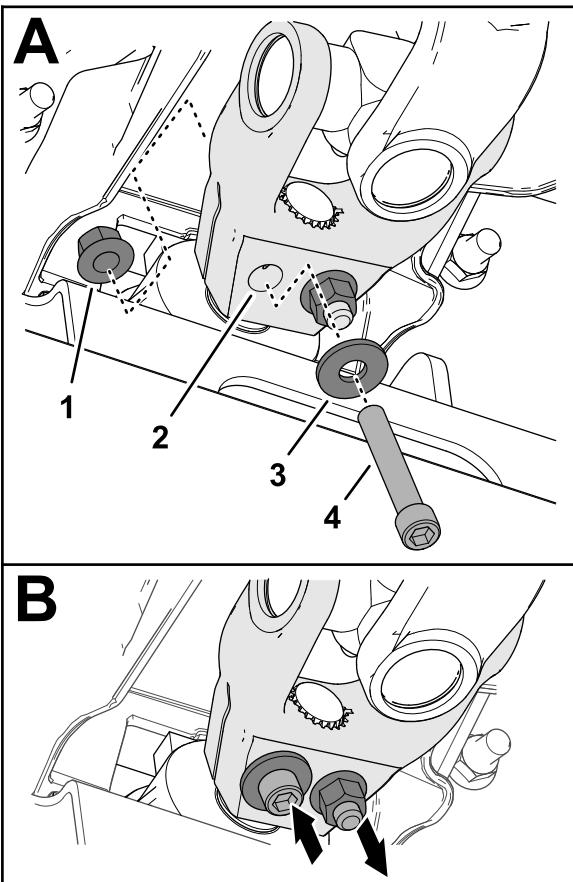

Figure 16
| 6. Insérez une vis à tête creuse ($\frac{3}{8}$ " x $2\frac{1}{4}$ ") dans une rondelle ($\frac{3}{8}$ "') et dans le trou de la chape de l'arbre d' entraînement (Figure 16), et fixez la vis en place avec un contre-écrou à embase ($\frac{3}{8}$ "'). | |
7. Insérez une vis à tête creuse ($\frac{3}{8}$ " x $2\frac{1}{4}$ "') dans une rondelle ($\frac{3}{8}$ "') et dans le trou de la chape de l'arbre d'entraînement en passant par l'autre côté (Figure 16), et fixez la vis en place avec un contre-écrou à embase ($\frac{3}{8}$ "').